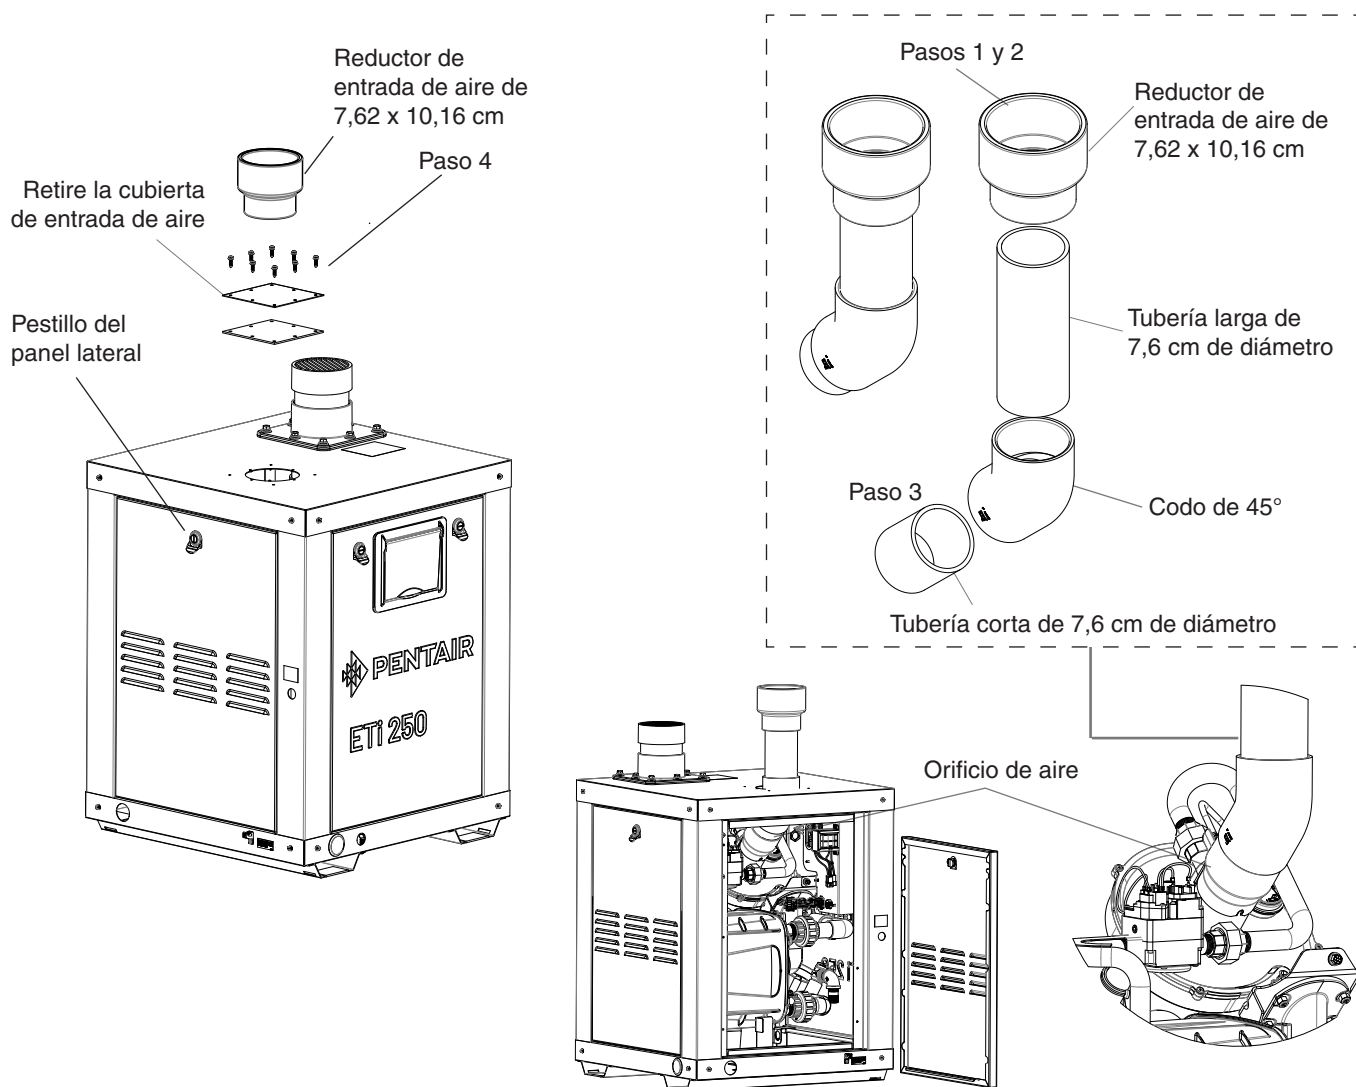

Figura 27
Para instalar el kit de entrada directa de aire (véase la Figura 27), los pasos son los siguientes:
6. Instale el reductor de 7,62 x 10,16 cm a la tubería larga de 7,6 cm de diámetro a través del orificio de entrada de aire del panel superior; véase la Figura 27.